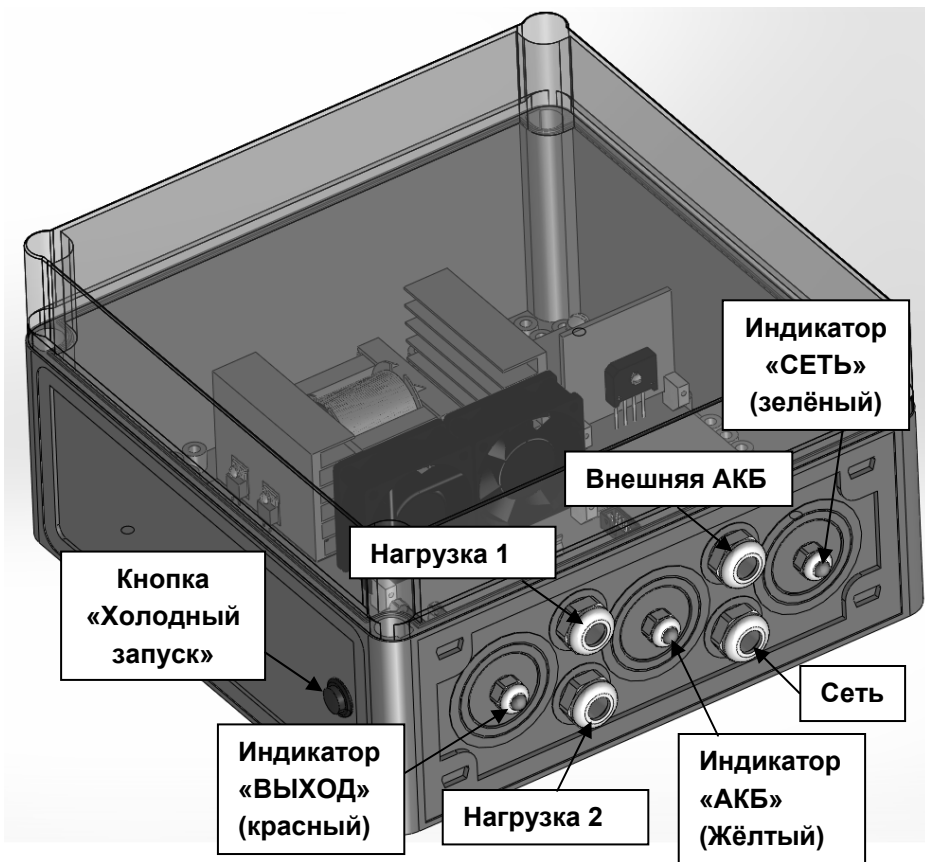

Рисунок 1 - общий вид изделия.
**В отсутствии сетевого напряжения** изделие может быть запущено в работу от АКБ. При этом к изделию должна быть подключена исправная, полностью заряженная АКБ. После подключения АКБ необходимо кратковременно нажать кнопку «холодный запуск» (см. рисунок 1) - изделие перейдет в режим «РЕЗЕРВ» в течение 5...10 сек.